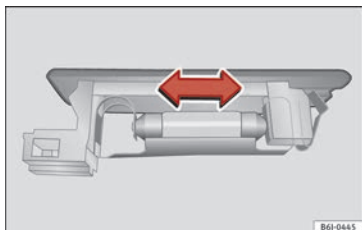

Fig. 119 Luz del maletero.
- Presione la lámpara lateralmente y extráigala del alojamiento »» **fig. 119**.